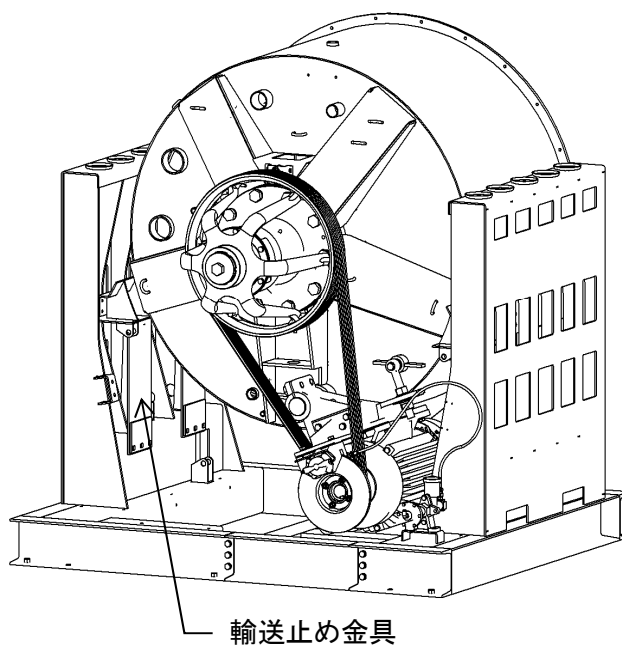

図 4-5
2) 左右計 4ヶ所の輸送止め金具を全て外します。(図 4-5)